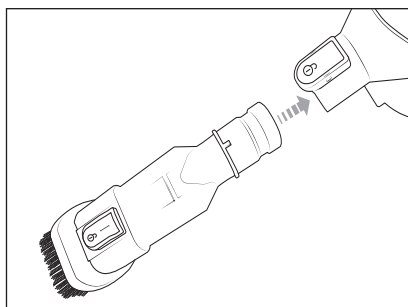

Fig. 8
- ◆ Introduzca el cepillo combinado 2 en 1 **8** en el orificio de aspiración del aparato hasta que encastre de manera audible (consulte la fig. 8).